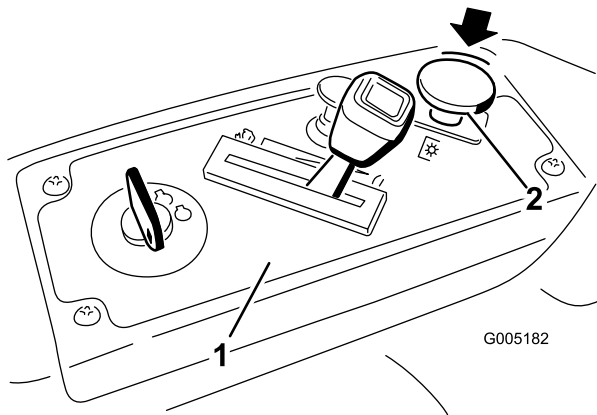

Figure 10
2. Désengagez les lames en plaçant la commande des lames en position Désengagée (Figure 10).
1. Désengagez les lames en plaçant la commande des lames en position Désengagée (Figure 10).